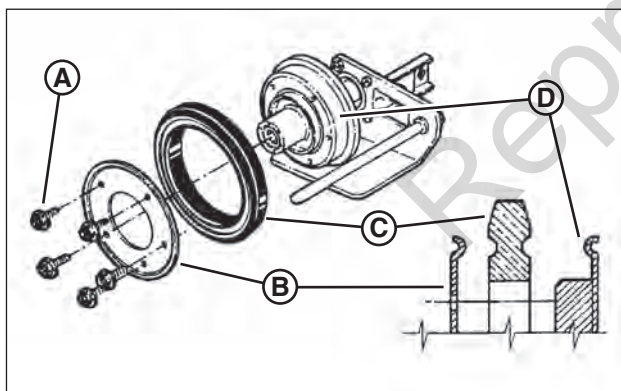

Figure 30: Remplacement de l'anneau en caoutchouc du disque entraîné
3. Enlevez les cinq vis d'assemblage (**A**, **Figure 30**) et la plaque (**B**) qui fixent l'anneau de caoutchouc (**C**) au moyeu de disque entraîné (**D**).